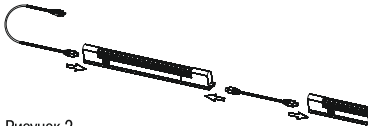

Рисунок 2
4.3 Конструкцией светильника предусмотрено шлейфовое соединение до десяти светильников в ряд (рисунок 2). Соединение осуществляется при помощи розетки, встроенной в торцевую часть светильника, и соединительного шнура. Заглушка розетки предварительно удаляется.